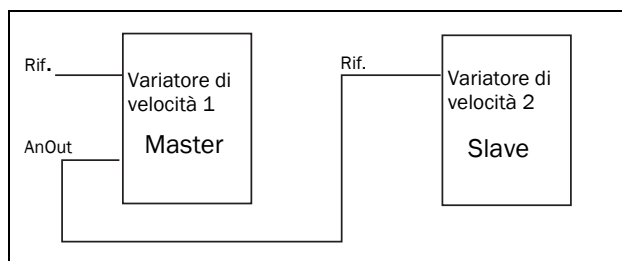

Fig. 129
- segnale di riferimento per il variatore di velocità successivo in una configurazione Master/Slave (vedere fig. 129).